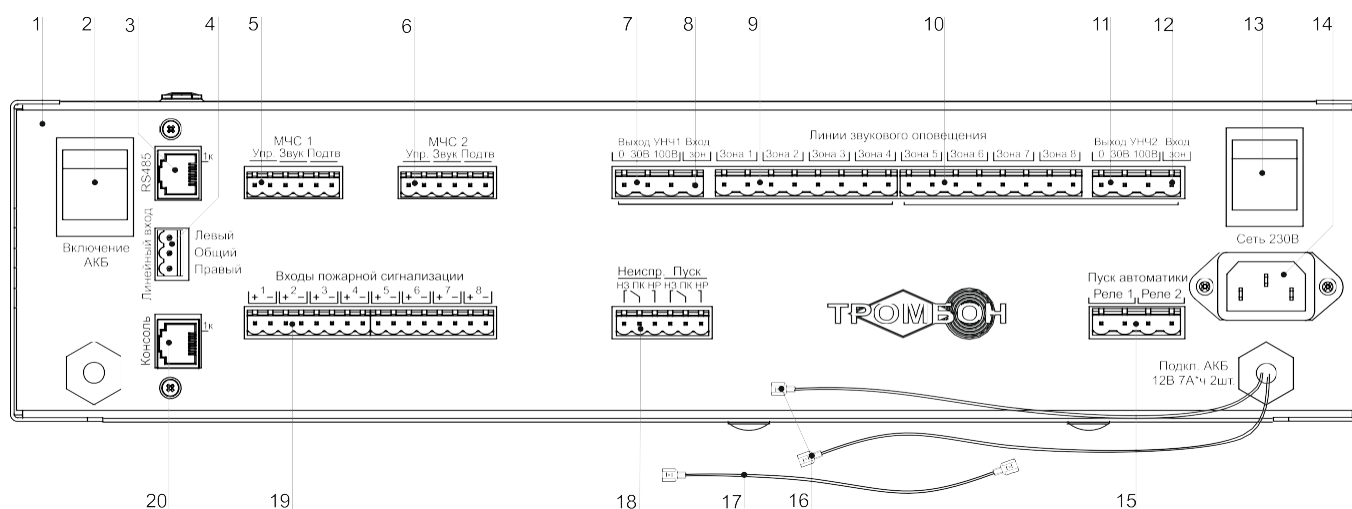

Рис. 2. Прибор управления «Тромбон ПУ-8К», вид со стороны задней панели.
Прибор «Тромбон ПУ-8К» имеет 8 входов пожарной сигнализации (рис. 2, поз. 19) для подключения к выходам ППКП (Прибора Приемного Контрольного Пожарного). Выходы ППКП могут быть релейным или типа «открытый коллектор».
5.1.2. Цифровое подключение к сопряженной комплексной системе безопасности через последовательный порт «RS485» (рис. 2 поз. 3). Подключение выполняется кабелем «Витая пара». Назначение контактов последовательного порта «RS485» приведено в Приложении 3.
Прибор имеет два специальных входа «МЧС 1» и «МЧС 2» (рис. 2, поз. 5, 6). Входы предназначены для стыковки с блоком централизованного запуска системы оповещения МЧС (БЦЗ системы П-166 или аналогичными). Входы выполнены в виде 6-х контактного разъема. Контакты «Упр.» данного разъема – это логический вход управления прибором (реагирующий на замыкание контактов), контакты «Звук» - вход звукового сигнала с уровнем 0 дБ (0,775 В) от БЦЗ МЧС. Контакты «Подтв.» - подтверждение исполнения команды на оповещение МЧС. Входы МЧС прибора имеют различный приоритет. Вход «МЧС 1» имеет более высокий приоритет по сравнению с входом «МЧС 2».
Для подключения удаленных консолей предназначен специальный порт «Консоль» (рис. 2, поз. 20). Порт выполнен в виде 8 - контактного разъема типа RJ45. К нему можно подключать до 8-и адресных удаленные консоли типа «Тромбон УК».
- Разъем «Линейный вход» (рис. 2, поз. 4) предназначен для подключения к прибору источника звукового вещания и музыкальных программ. Вход стереофонический, используется только в режиме звукового вещания. Максимальное входное напряжение сигнала на данном входе – 250 МВ.
- Для подключения линий звукового оповещения предназначены два 8-и контактных разъема «Линии звукового оповещения» (Рис. 2. поз. 9, 10); Всего прибор имеет выходы для подключения восьми линий связи со звуковыми оповещателями с обеспечением контроля исправности. Контроль исправности может быть отключен программно. Схема подключения линий звукового оповещения к прибору «Тромбон ПУ-8К» приведена в Приложении 6;
- Для выбора напряжения в линии оповещения зон 1, 2, 3 и 4 необходимо установить переключку между контактом «30В» или «100В» (Рис. 2. поз. 7) разъема «Выход УНЧ1» и контактом «Вход зон» (Рис. 2. поз. 8.). Аналогично, для зон 5, 6, 7 и 8 выбор напряжения выполняется переключкой между требуемым контактом «Выход УНЧ2» (Рис. 2. поз. 11) и «Вход зон» (Рис. 2. поз. 12). **ВНИМАНИЕ!** Напряжение включения оповещателей в линиях зон 1, 2, 3 и 4 должно быть одинаковым и определяется переключкой на вход зон с выхода УНЧ1. Аналогично напряжение оповещателей в зонах 5, 6, 7 и 8 определяется переключкой с выхода УНЧ2.
5.6. Разъем «Пуск автоматики» (Рис. 2 поз. 15) предназначен для управления такими средствами пожарной автоматики, как световые знаки безопасности, эвакуационное освещение и замки эвакуационных выходов. Для управления этими средствами на разъем выведены нормально разомкнутые контакты двух реле. Контакты реле замыкаются при переходе прибора в режим «Тревога».
5.7. Разъем «Неиспр. Пуск» - вывод обобщенных сигналов «Неисправность» и «Пуск» (рис. 2, поз. 18). На данный разъем выведены контакты двух реле. Контакты реле «Авария» замкнуты у выключенного прибора или при обнаружении в системе оповещения неисправностей. Контакты реле «Пуск» замыкаются в режимах «Тревога», «Экстренный запуск» или «Трансляция МЧС».
5.8. Разъем «Сеть 230В» (рис. 2, поз 14) предназначен для подключения прибора к сети питания переменного тока 230 В 50 Гц.
5.9. Подключение батарей резервного питания 24 В. Для резервного питания необходимо две батареи на 12 В с емкостью 7 или 9 А*ч. Подключение батарей выполняется последовательно при помощи кабелей с клеммами и переключки (Рис. 2. поз. 16 и 17). **ВНИМАНИЕ!** Подключение одной батареи 12 В к клеммам Рис. 2. поз. 16 или параллельное подключение батарей недопустимо!